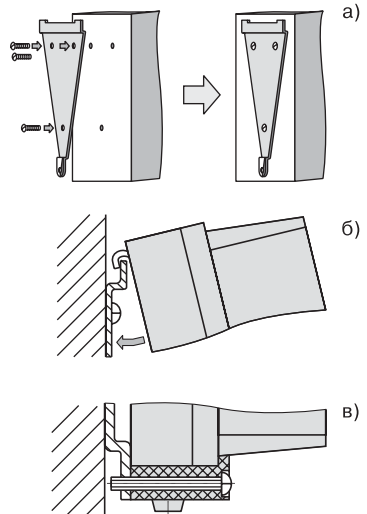

Рис. 10. Установка прибора настенного крепления
1. Закрепите кронштейн тремя винтами М4 на поверхности, предназначенной для установки прибора (см. прил. А и рис. 10, а).
2. Зацепите крепежный уголок на задней стенке прибора за верхнюю кромку кронштейна (рис. 10, б).
3. Прикрепите прибор к кронштейну винтом М4х35 из комплекта поставки (рис. 10, в).